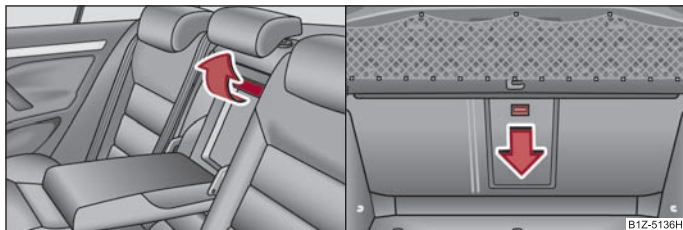

Fig. 78 Sedili posteriori: Maniglia della copertura / Bagagliaio: tasto di sbloccaggio
- Sollevare la maniglia sino all'arresto e abbassare il coperchio ⇒ pag. 66, fig. 78 - a sinistra.
- Abbassare il tasto sbloccaggio ⇒ pag. 66, fig. 78 - lato destro - e ribaltare in avanti il coperchio (con bracciolo).